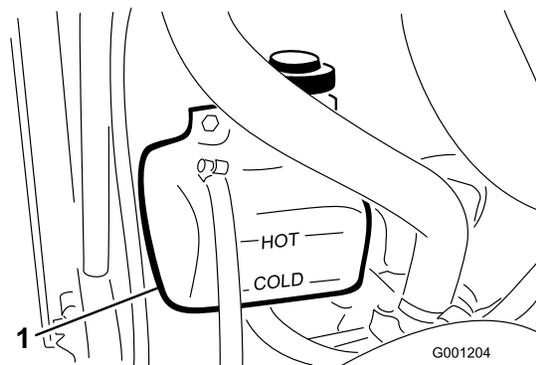

Figura 73
1. Verifique o nível de líquido de arrefecimento do depósito secundário (Figura 73).